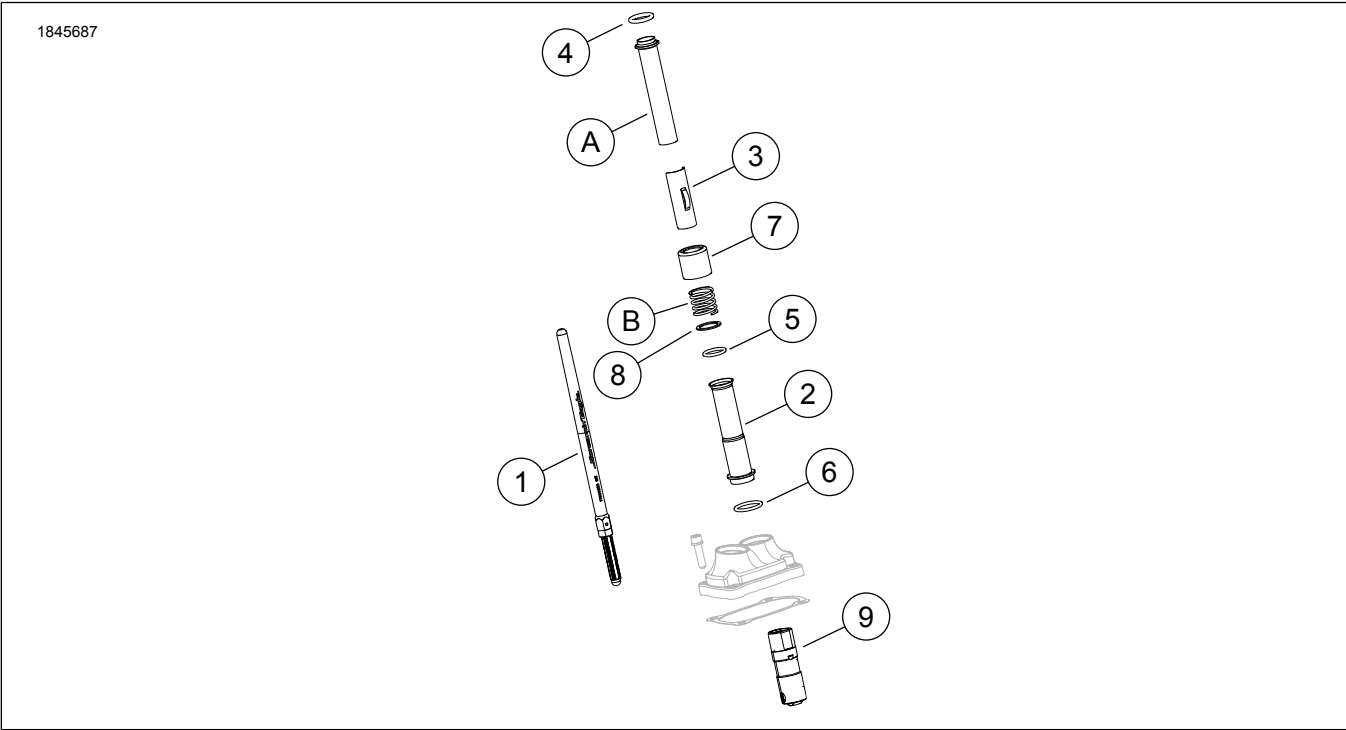
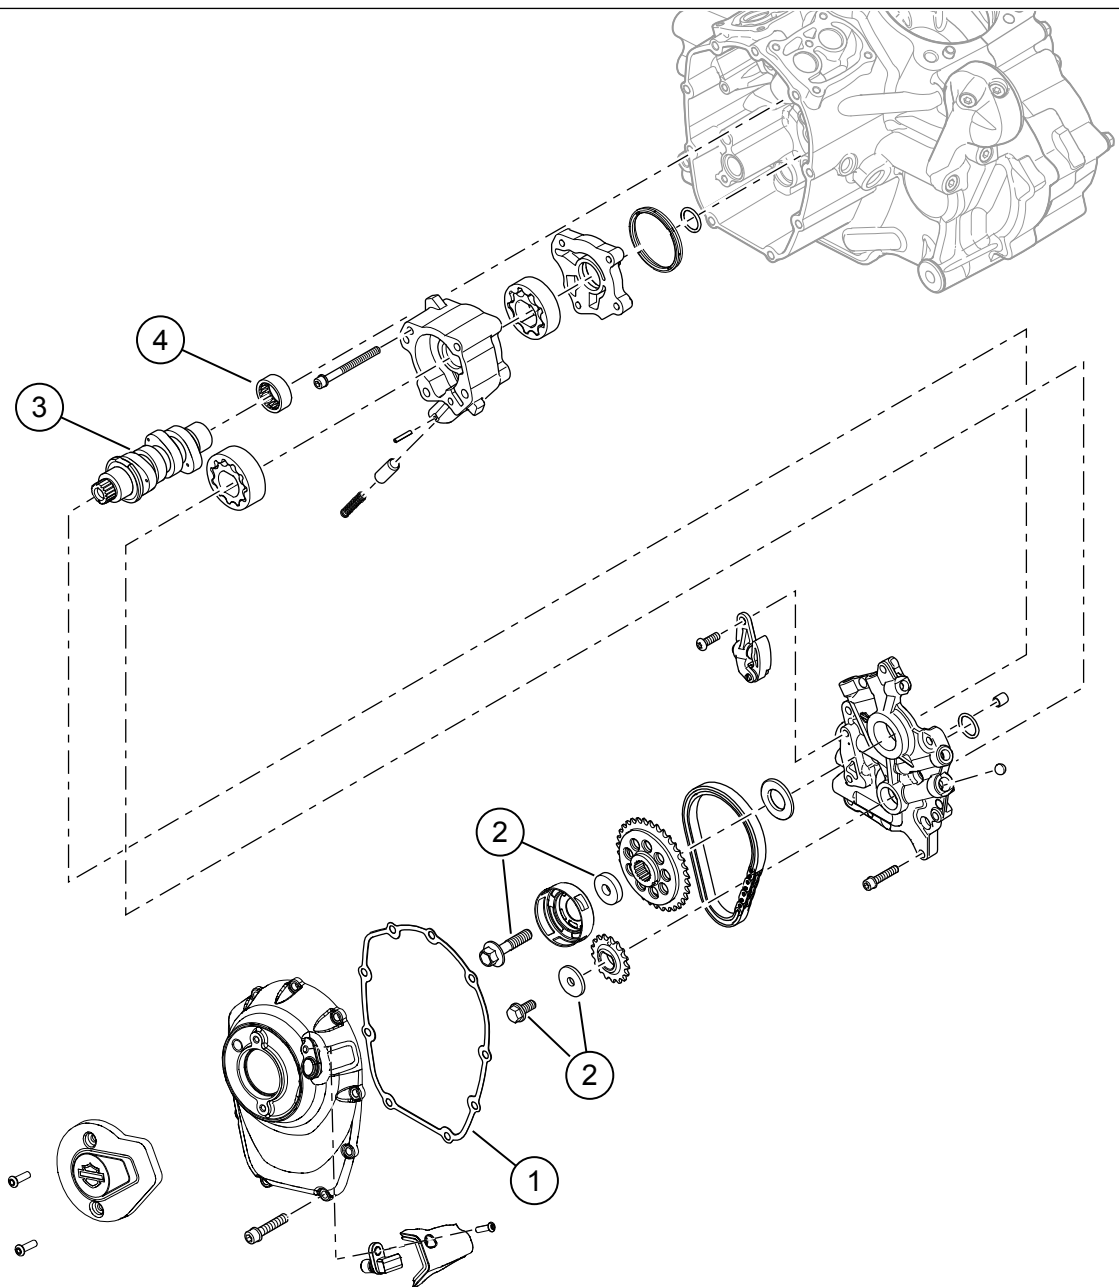

Abbildung 1. Inhalt des Satzes: Screamin' Eagle Milwaukee-Eight Stage 2 Satz
Abbildung 2. Inhalt des Satzes: Screamin' Eagle Milwaukee-Eight Stage 2 Satz
Siehe Abbildung 1 und Abbildung 2.
1. Siehe Abbildung 2. Die Ölpumpe einbauen. Siehe Werkstatthandbuch.